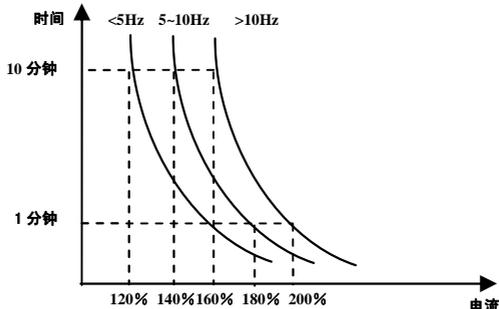

图 5-15 不同频率下的电机过载保护值
- 当变频器输出频率小于 10Hz 时，由于普通电机在低速运行时散热效果变差，故在运行频率低于 10Hz 时，电机过载阈值下调，如图 5-15 所示（F707=100% 时）：